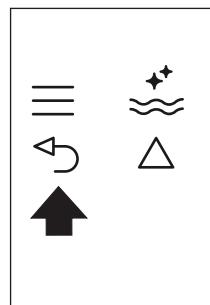

Fig. 25
- Premere due volte l'Icona  (B6) (Fig. 25) per uscire dal menù.